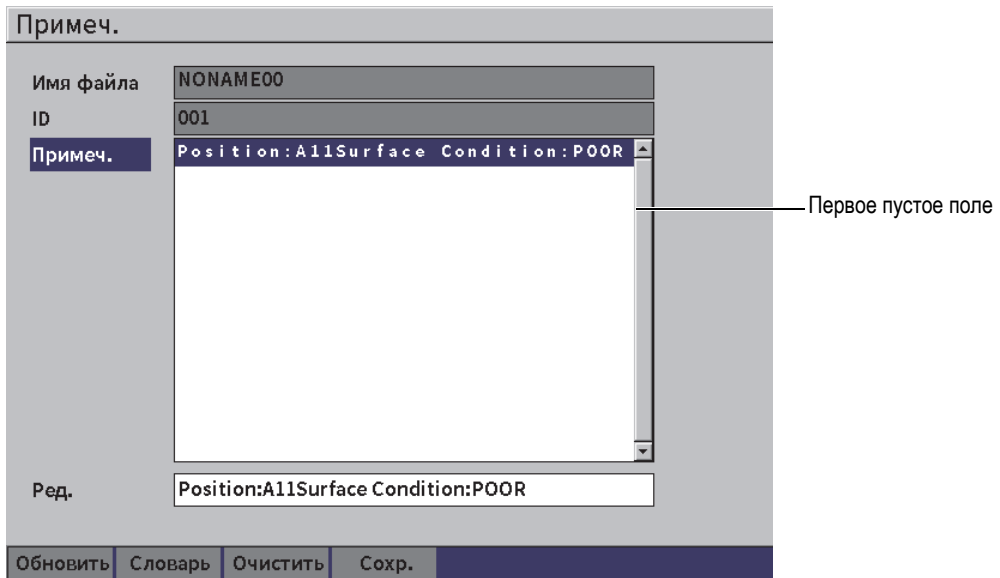

Рис. 9-22 Страница Словарь (Примечание) — Ввод информации
2. Используя ручку регулятора, переместитесь вниз к первому пустому полю для заполнения (см. Рис. 9-22 на стр 149).